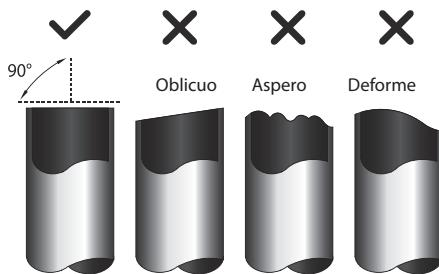

Fig. 5.1
- 3 Asegúrese de que el tubo se corta en un ángulo perfecto de 90°. Consulte la Fig. 5.1 para los malos ejemplos de corte.